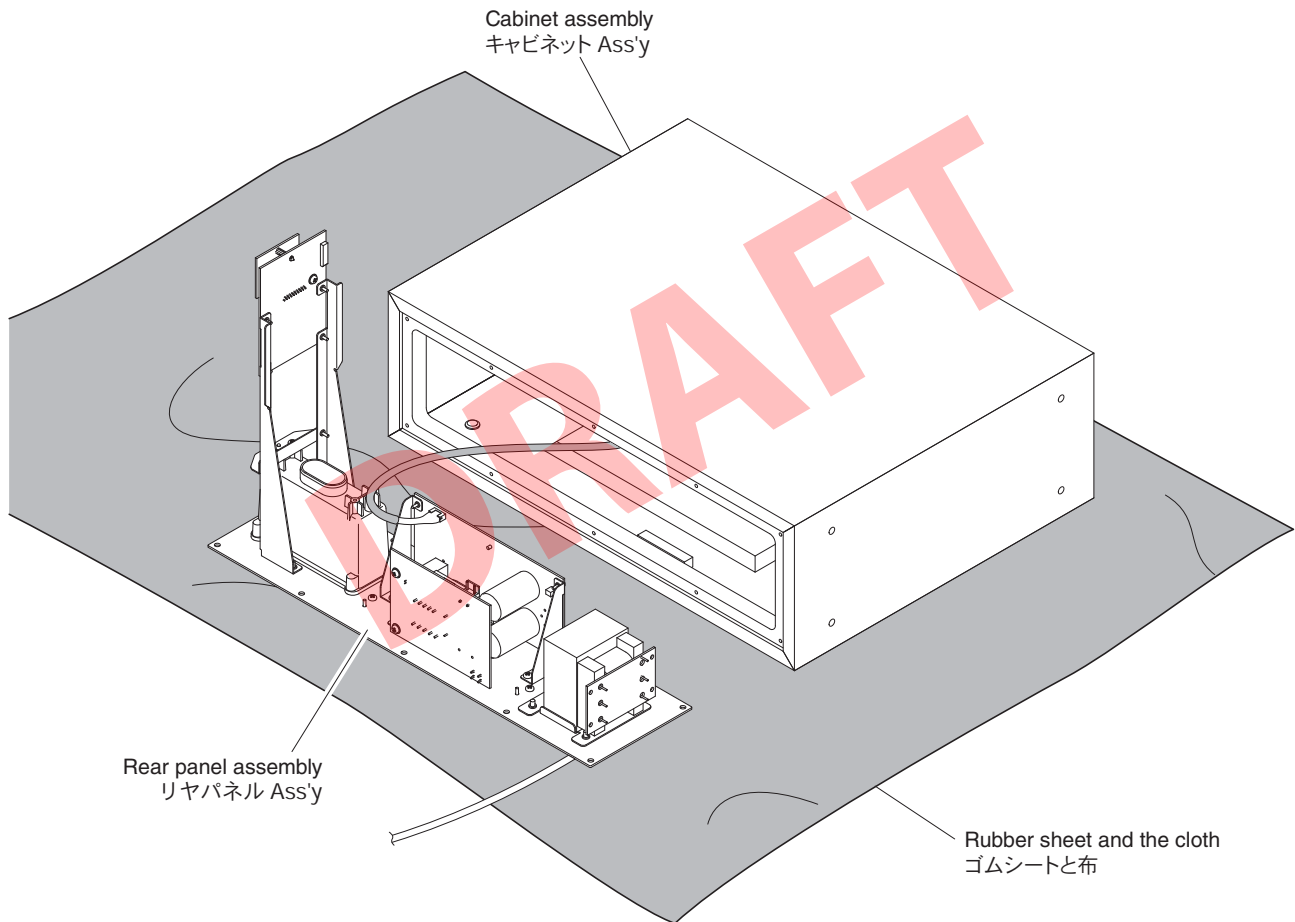

Fig. 5
- Spread the rubber sheet and the cloth. Then place the rear panel assembly on the cloth and check it. (Fig. 5)
- ゴムシートと布を敷き、その上にリヤパネル Ass'y を置いてチェックします。(Fig. 5)